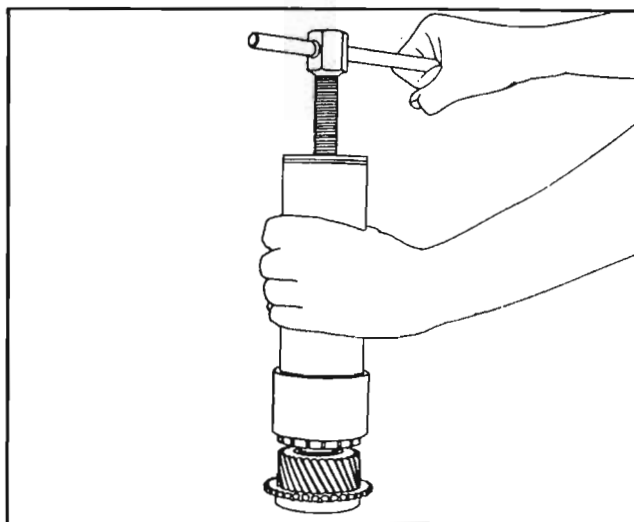

Fig. 29
Quite el cojinete de rodillos cónicos (11) con la ayuda del extractor N° 2654 5890 26 12. Fig. 29